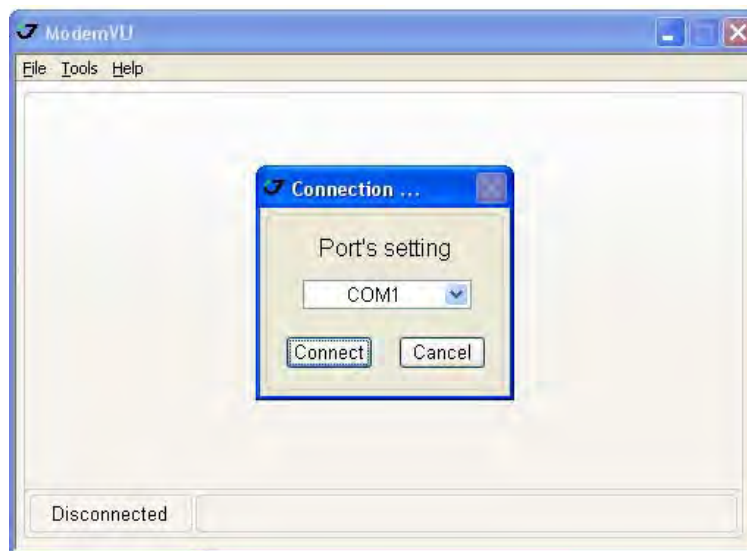

Рисунок 6. Соединение с ModemVU
4. Выберите нужный последовательный порт (COM-порт) компьютера, к которому подключен приемник, для установления связи с ПК и нажмите кнопку *Connect* (Рис. 6).